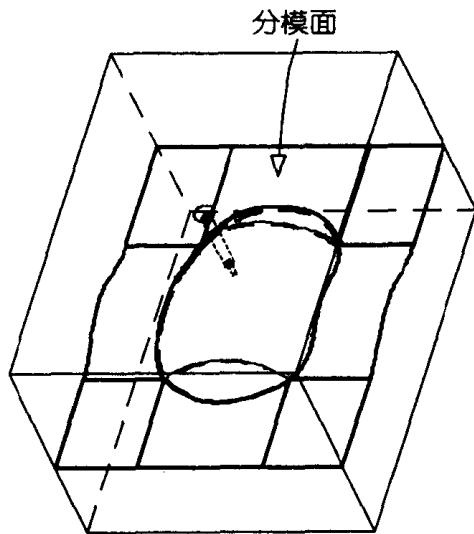

图 1.4
- (4) 选取 MOLD | Parting Surf 设计分模面，如图 1.4 所示。